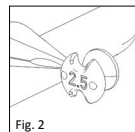

Fig. 2
■ **Fig. 1a, 1b/2** Sizer disken (Fig. 1a, 1b) til partial-proteser har seks satellitformet anbragte individuelle sizer af forskellig længde (2,0 - 4,5 mm). Den relevante længde er angivet på bagsiden af hver sizer (Fig. 2). Udsparingerne og borerne tjener til reduktion af vægten, samt til bedre oversigt ved udførelse af målingen i mellemøret.